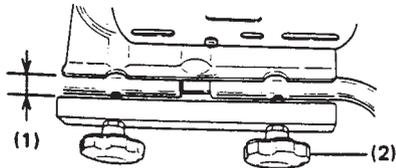

Fig. 1
- 1) Solte os parafusos de punho em aprox. 1 polegada para dobrar ambas as pegas para fora. Evite soltar demasiado para que os parafusos não saírem. (Fig. 1)